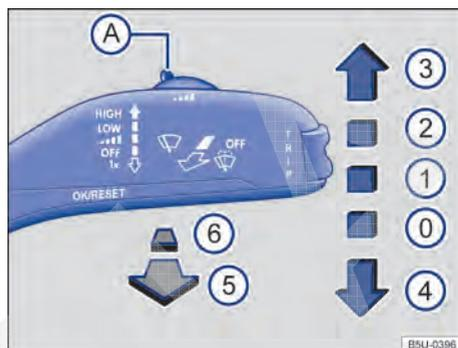

Fig. 64 Variante 1: comandar os limpadores / lavadores do para-brisa.
① **OFF** Limpadores do para-brisa desligados.
① **■ ■ ■ ■** **Variante 1:** temporizador dos limpadores do para-brisa. Com o interruptor → Fig. 64 (A) regular os níveis de intervalo (veículos sem sensor de chuva) ou sensibilidade do sensor de chuva (veículos com sensor de chuva).